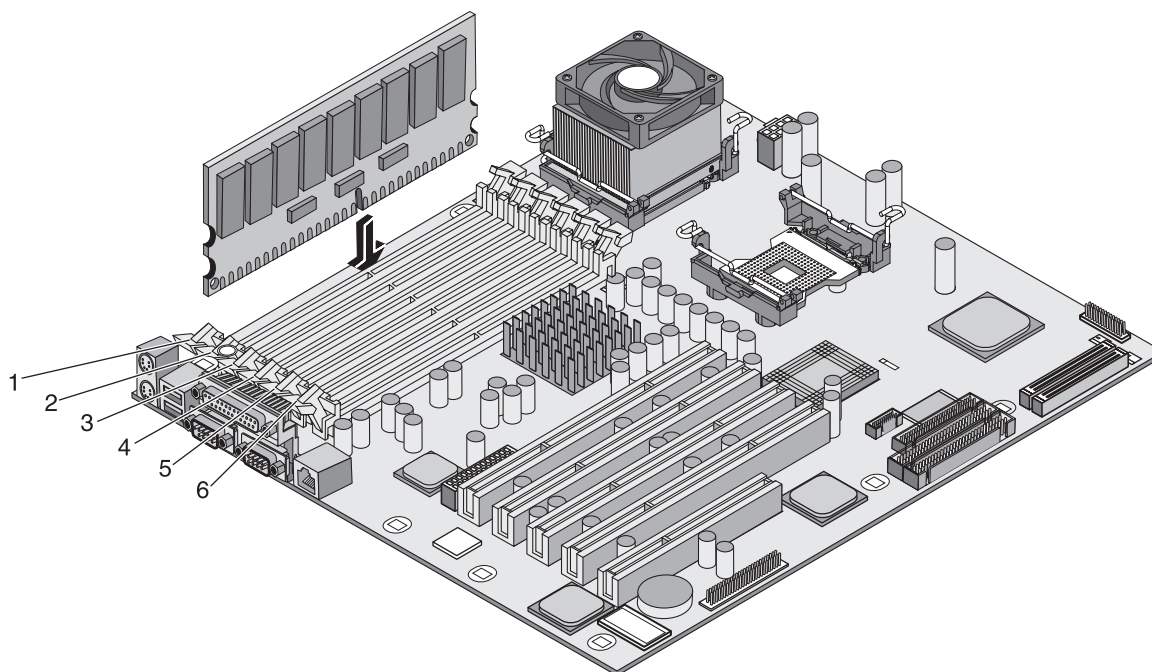

Figura 2-13. Inserimento del modulo DIMM
8. Posizionare il modulo DIMM a 90° rispetto alla scheda di sistema e premerlo con decisione e in modo omogeneo nello slot fino alla chiusura dei gancetti di ritenuta. Fare riferimento alla figura 2-13.